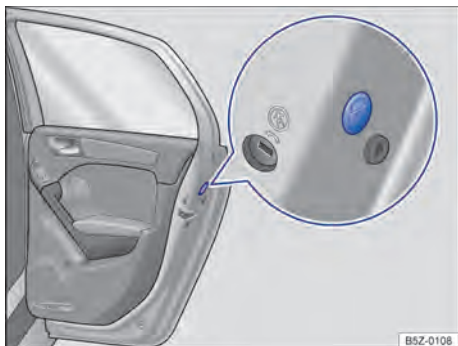

Fig. 155 Na porta traseira: travamento de emergência, coberto por uma vedação de borracha.
- Remover a vedação de borracha na lateral da porta. A vedação está identificada por um cadeado  ⇒ Fig. 155.